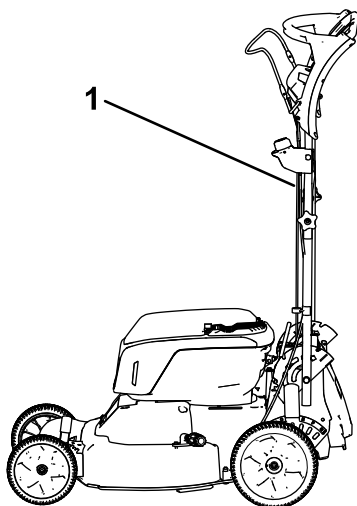

Figura 26
1. Bloqueie a pega na posição vertical (Figura 26); consulte Ajuste da altura da pega (página 17).